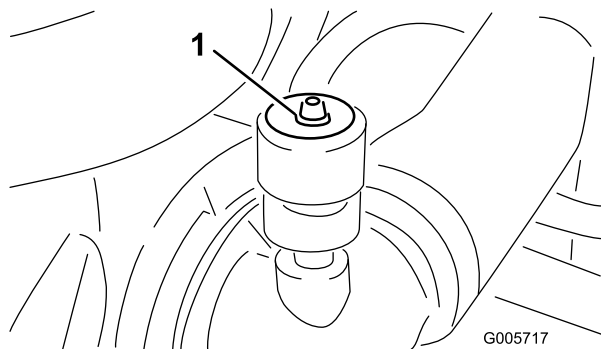

Figura 43
- Revise el filtro del limpiador de aire siempre que el indicador del limpiador de aire se vea rojo (Figura 43) o cada 400 horas (más frecuentemente en condiciones extremas de polvo o suciedad). No limpie con demasiada frecuencia el filtro de aire.
6. Reinicie el indicador (Figura 43) si se ve rojo.